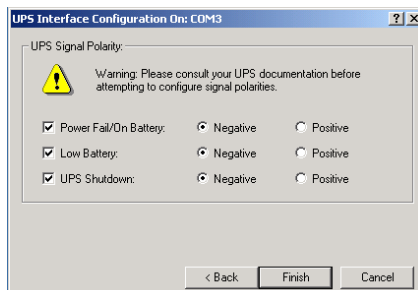

Abbildung 16 USV-Schnittstellenkonfiguration
14. Markieren Sie, wie in Abbildung 16 dargestellt, alle 3 Kontrollkästchen und wählen Sie für alle 3 Volt-Einstellungen **Negativ**.